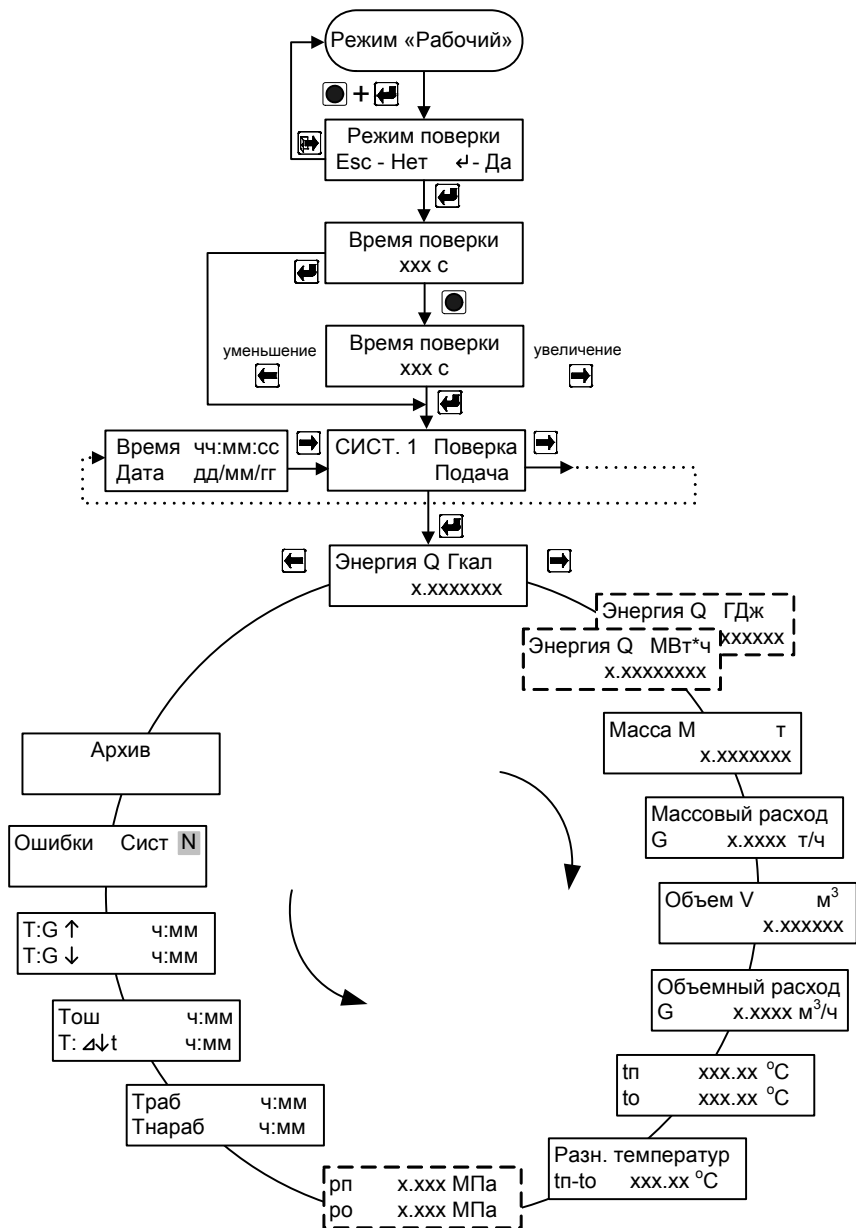

Рис. 7.4
7.5.2 Для входа в режим работы теплосчетчика «Поверка» (поверка измерительного канала количества теплоты) необходимо, находясь в любом меню режима «Рабочий», **одновременно** нажать кнопки «**служебная**» и «**вход**». Для выхода из режима поверки необходимо, находясь в любом меню режима «Поверка», **одновременно** нажать кнопки «**служебная**» и «**выход**». Порядок перехода между окнами режима «Поверка» изображен на рис. 7.4.
**ВНИМАНИЕ !** При входе в меню (см. рис. 7.4):